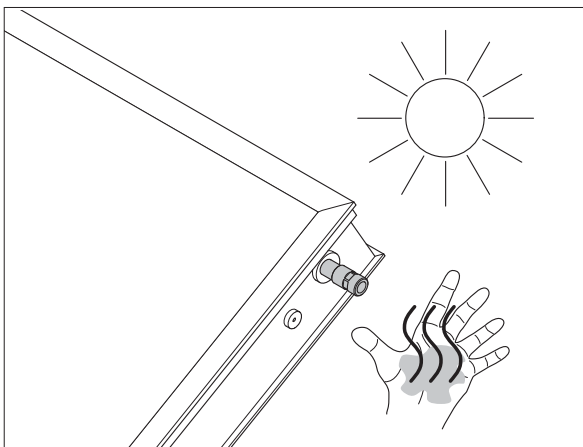

Abb. 3 Verbrennungsgefahr an den Kollektoranschlüssen, sobald Kollektor unbedeckt der Sonne ausgesetzt wird.
- Verbrennungsgefahr an den Kollektoranschlüssen: Anschlüsse werden heiß, sobald Kollektor der Sonne ausgesetzt wird (vgl. Abb. 3).